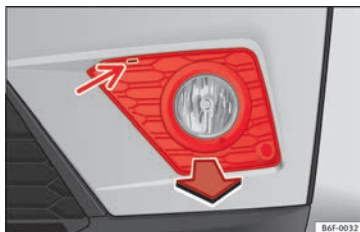

Fig. 113 Phare antibrouillard : enlever la grille
1. Soulevez l'encoche » fig. 113 (flèche) à l'aide d'un tournevis. Déclipez ensuite les clips situés autour de la grille en effectuant un léger mouvement de levier.